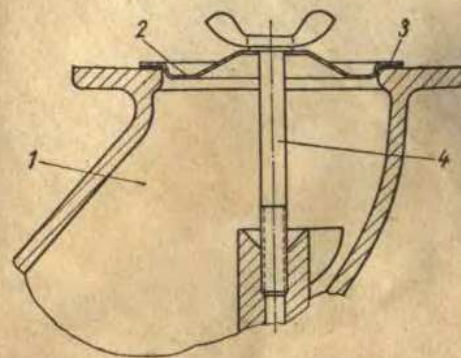

Рис. 82. Установка заглушки впускного трубопровода:
- е) впускного трубопровода (два на двигателе ЯАЗ-М204, три на двигателе ЯАЗ-М206, как показано на рис. 82);